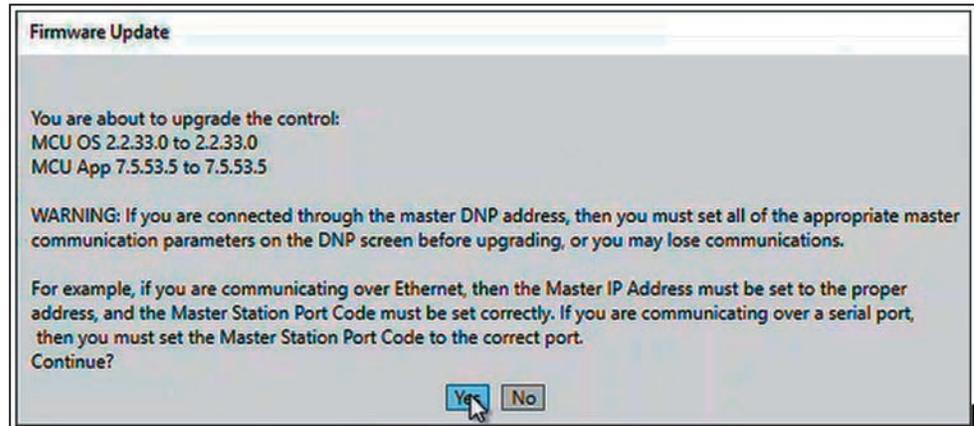

Figura 31. La ventana de diálogo Actualización del Firmware.
PASO 10. En la ventana de diálogo Actualización del Firmware, pulse el botón **Sí**. Ver Figura 31. Si selecciona “No” finalizará el proceso de **Actualización**.